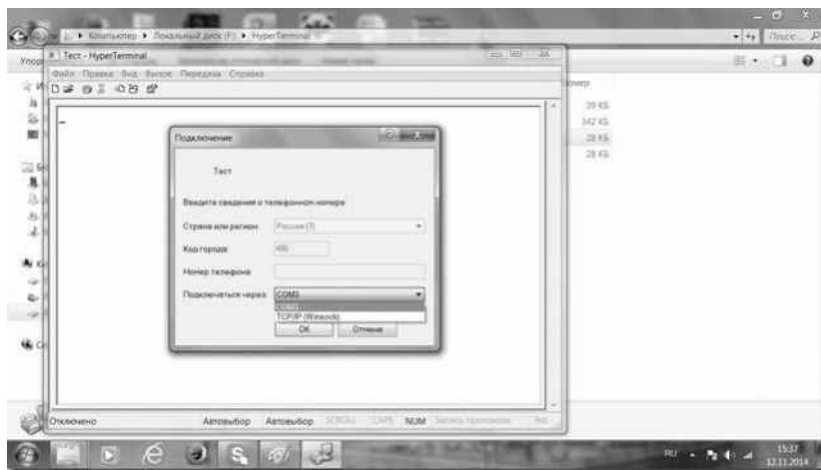

Рис. 22
4.7. В появившемся окне «Подключение» выбираем порт подключения. По умолчанию должен стоять тот порт, который был указан в «Диспетчере приложений». Для этого мы его запоминали или записывали. Проверьте, т.к. портов может быть несколько. В нашем случае оставляем порт COM3 (рис. 22).